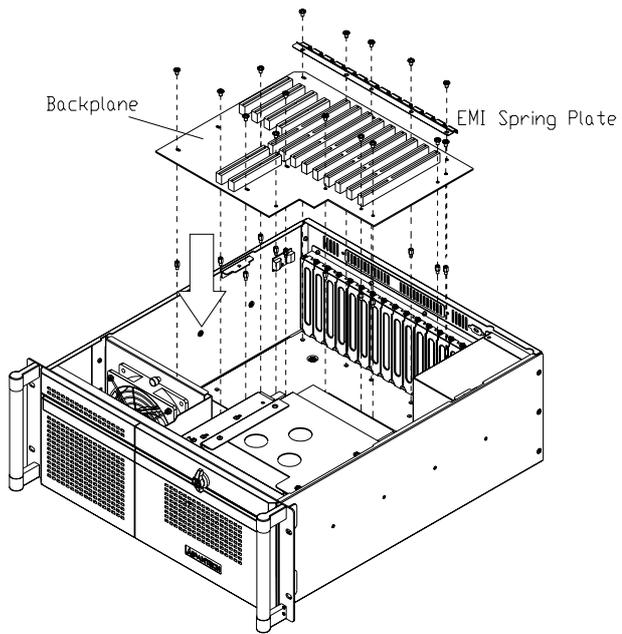

图 2.3: 安装无源底板
- 底板安装到位后，请将附件盒中提供的 EMI 固定条锁在底板上（如图 2.3 所示）。